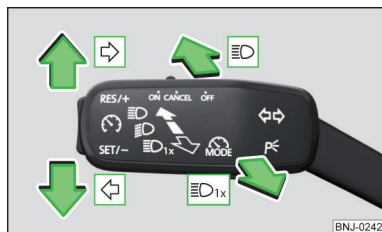

Fig. 55
Posizioni della leva di comando » fig. 55
- Premere la leva di comando fino all'arresto in posizione  o  » **fig. 55 a pag. 63.**